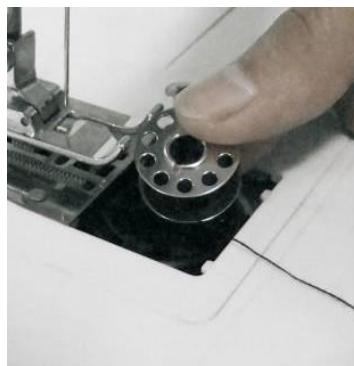

Рисунок 8
- 2) Вставьте новую шпульку в держатель так, чтобы нить шла по часовой стрелке. Оставьте 10 см нити свободно свисать (Рисунок 8).